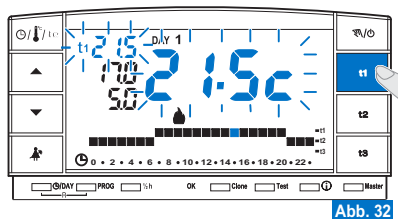

Abb. 32
*Wenn die zugehörige Taste (**t1** oder **t2**) eines gesperrten Temperatursollwertes gedrückt wird, blinken das Kurzzeichen (**t1** oder **t2**), der zugehörige Wert daneben und die mittleren Digits (Beispiel in Abb. 32). In diesem Fall kann der gesperrte maximale oder minimale Temperaturwert weder über- noch unterschritten werden.*
- Drücken Sie die Taste des Temperatursollwertes, der entsperrt werden soll (**t1** oder **t2**); das gewählte Kurzzeichen (**t1** oder **t2**), der zugehörige Wert daneben und die mittleren Digits blinken (Beispiel in Abb. 32).